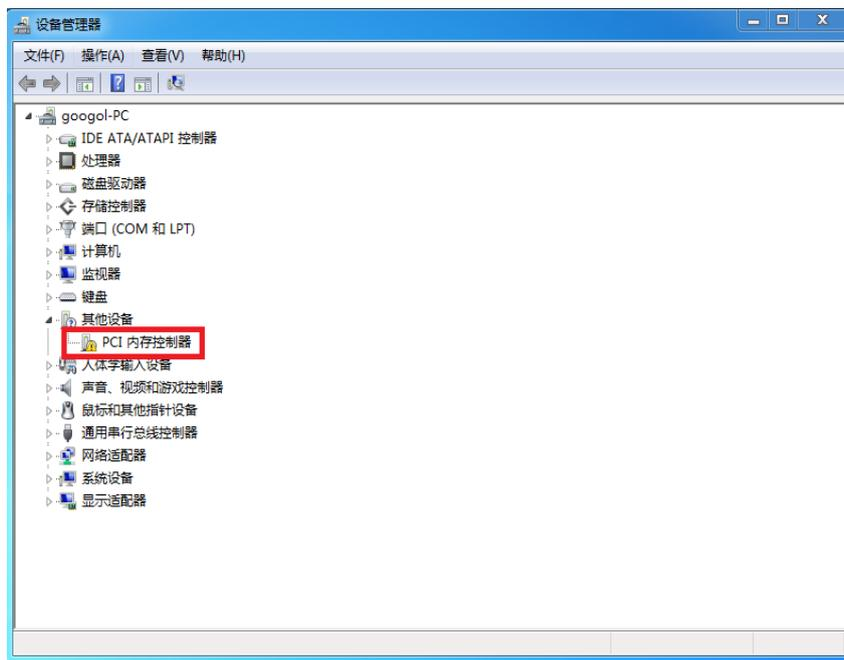
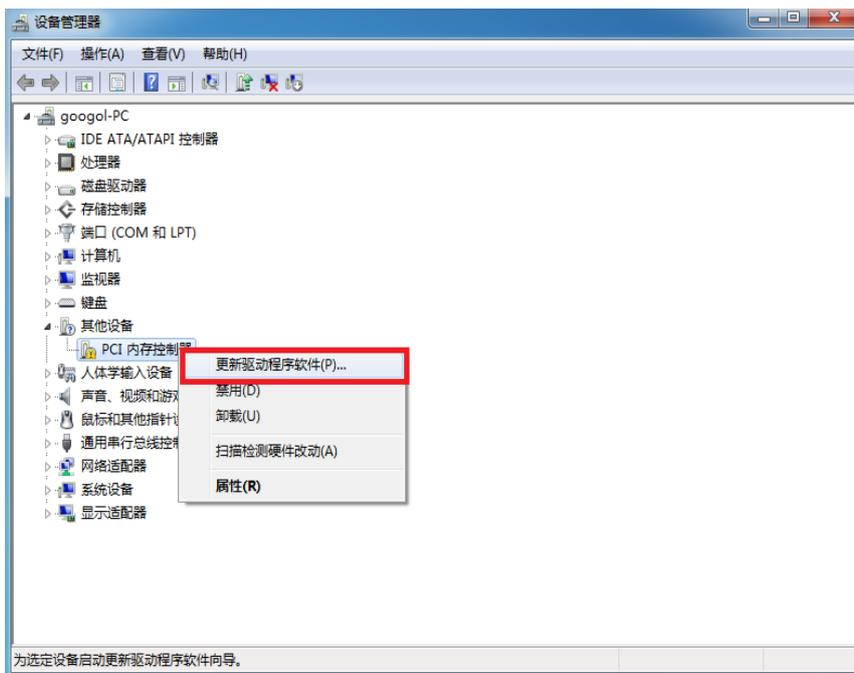

图 2-1 控制卡驱动程序安装界面 1
图 2-2 控制卡驱动程序安装界面 2
(1) 在硬件安装好，启动计算机后，Windows 将自动检测到运动控制卡，打开“设备管理器”，如图 2-1 所示。
(2) 登陆网站下载驱动程序，并将驱动程序拷贝到 C:\ 中为例进行说明。
(3) 选中“PCI 内存控制器”，点击鼠标右键。如图 2-1 及图 2-2 所示，点击“更新驱动程序软件(P)…”。